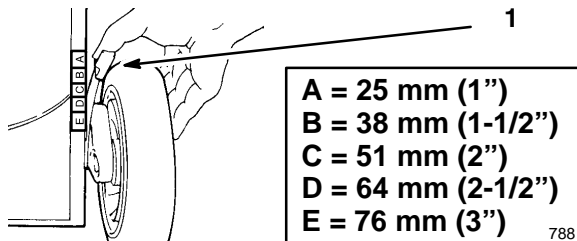

Figure 14
1. Pour modifier la hauteur de coupe, tirer le levier de réglage vers la roue et le placer dans la position souhaitée (Fig. 14).